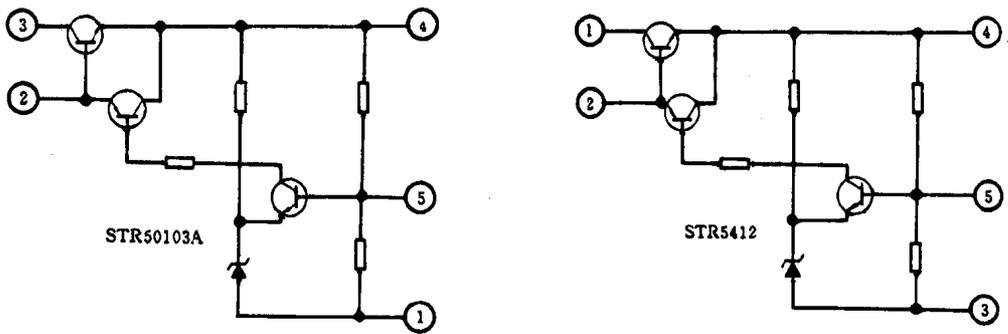

图 1-4 (a)
例如，一台彩色电视机开关电源的厚膜电路 STR50103A 损坏后，很难买到相同型号的厚膜电路更换。应急修理时，可以用修改代用法解决。STR50103A 的内部电路如图 1-4 (a) 所示，现用易买价廉的厚膜电路 STR5412 改脚代用。STR5412 的内部电路如图 1-4 (b) 所示，对比图 1-4 (a)、(b)，可发现，两种厚膜电路内部结构相同，但引出脚不相同。经查阅有关资料，这两种厚膜电路输出的电压相近，完全可以改脚代用。代用时，将 STR5412 的①、②、③、④和⑤脚代作 STR50103A 的③、②、①、④和⑤脚。如果输出的电压偏低，可在 STR5412 的③~⑤脚间并接一只 33k 左右的电阻；如果输出的电压偏高，可在 STR5412 的④~⑤脚间并接一只 100k 左右的电阻。